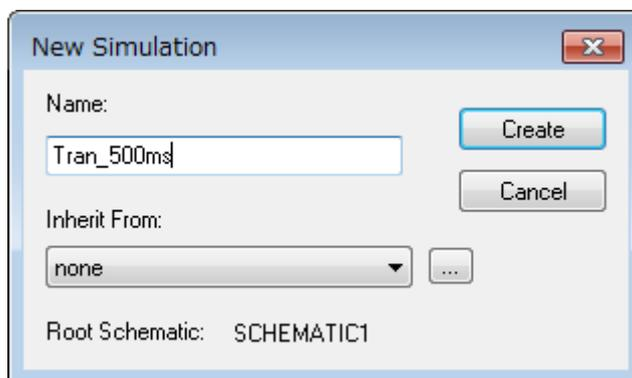

図 5.2 「New Simulation」画面
- (1) OrCAD® Capture メニューバー上の「PSpice」-「New Simulation Profile」をクリックすると、図 5.2 に示す「New Simulation」ウインドウが表示されます。任意のプロファイル名を指定し、「Create」をクリックしてください。